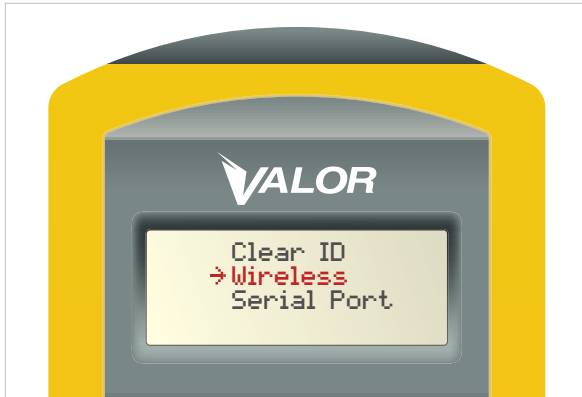

Figure 19
1. Le curseur doit se trouver sur l'option Wireless (sans fil). (Figure 19)